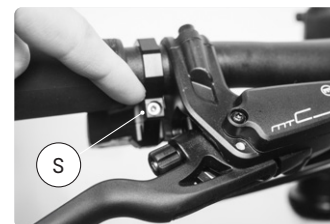

FIG. 26
- 1 Desserrez les deux vis Torx T du levier de frein (Fig. 26).
2. Desserrez la vis à six pans creux S du levier de vitesses (Fig. 26).